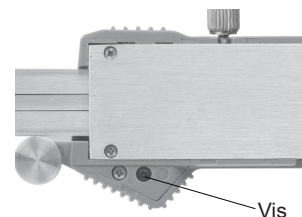

fig.1
---Desserrer la vis et retirer le couvercle de la batterie (fig.1)